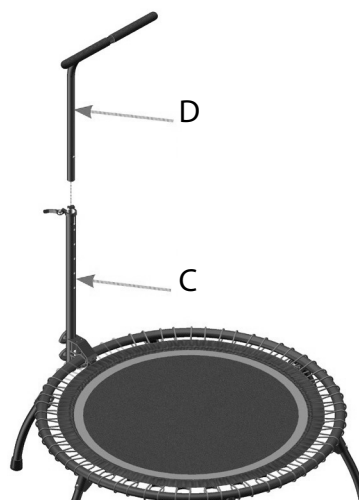

Abb. 6
Führen Sie das verstellbare Rohr (D) in das Halterohr (C) ein (siehe Abb. 6).